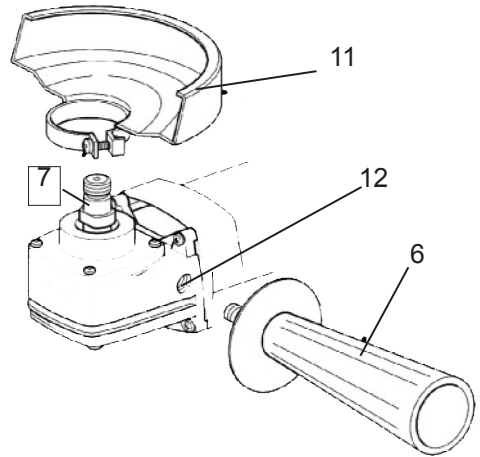

Рис.3
5.3. Монтаж захисного кожуха і додаткової рукоятки (Рис.3).